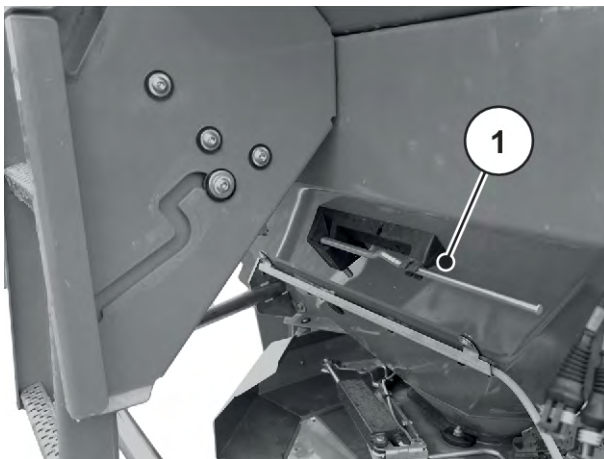

図 32: 調整レバー AXIS xx.2 の位置
- ▶ 調整レバーを再び所定のブラケットにかけます。参照：図 32 調整レバー AXIS xx.2 の位置